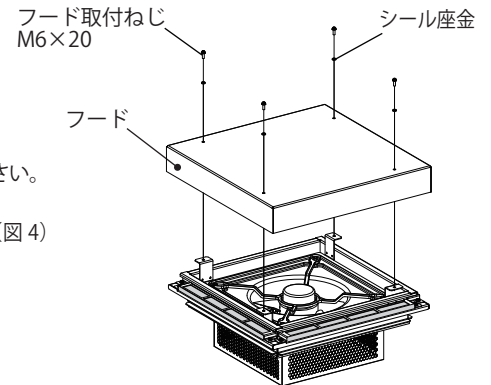

図 4
1. フード取付ねじ M6×20・シール座金 (4か所) を取り外し、フードを持上げ取り外してください。(図 4)